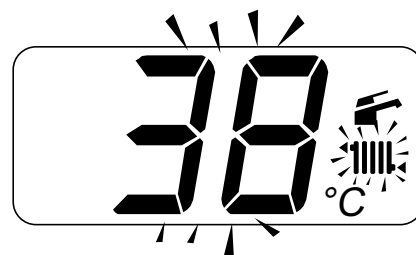

Figura 2.7
- il valore di "set" della temperatura dell'acqua calda di mandata riscaldamento ed il simbolo  lampeggiano. Il fondo del display appare illuminato (Figura 2.7 ).